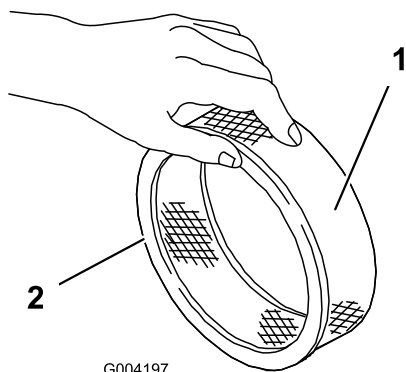

Рисунок 42
5. Проверьте бумажный фильтр на наличие разрывов, масляной пленки или повреждений на резиновом уплотнении (Рисунок 42).
1. Осторожно наденьте фильтр предварительной очистки из пеноматериала на бумажный фильтр (Рисунок 42).